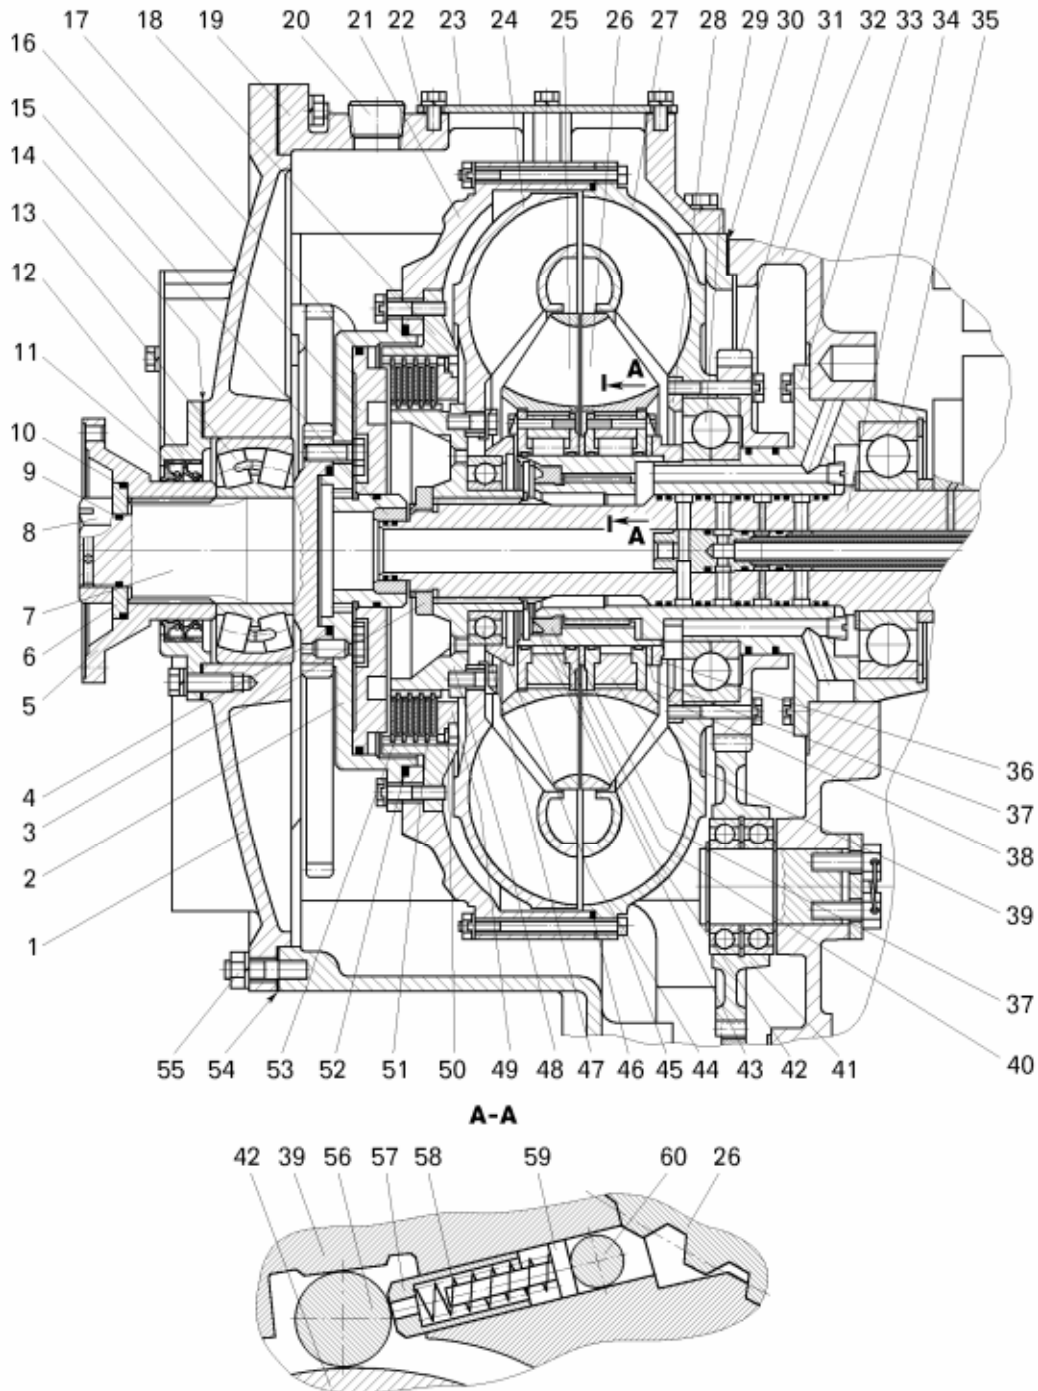
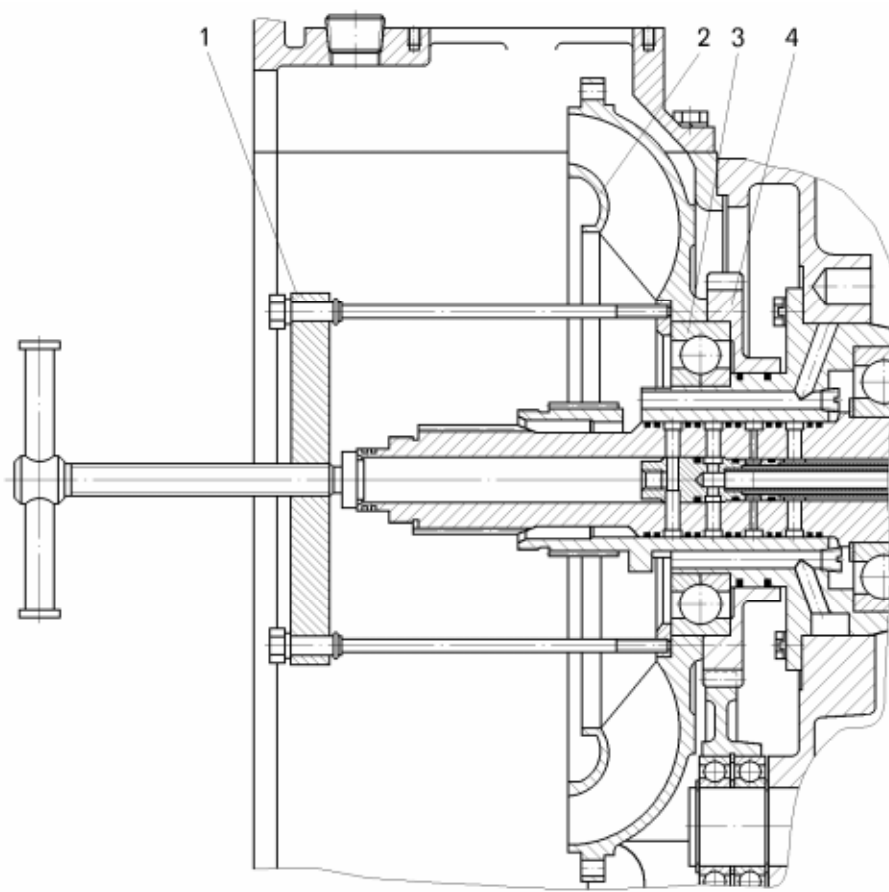

Рисунок 6.6 – Гидротрансформатор:
Рисунок 6.9 – Снятие насосного колеса с подшипником и ведущей шестерни привода насоса:
Разборку гидротрансформатора (рисунок 6.6) выполнять в следующей последовательности:
- расшплинтовать и отвернуть гайку 8 (смотри рисунок 6.6) с ведущего вала 7;
– отвернуть гайку 3 ведущего вала гидромеханической передачи 34 и с помощью съемника (рисунок 6.7) снять турбинное колесо 24 (смотри рисунок 6.6) вместе со ступицей 48 колеса турбины, подшипником 47 и упорной ступицей 44;
- снять упорную ступицу реакторов 44 (смотри рисунок 6.6);
- расстопорить и отвернуть гайку 40 и, используя съемник (рисунок 6.8), снять ступицу реакторов 42 (смотри рисунок 6.6);
- при помощи съемника (рисунок 6.9) снять насосное колесо 27 (смотри рисунок 6.6) вместе с подшипником 29 и ведущей шестерней 31 привода насосов;
– отвернуть гайки и болты и снять картер гидротрансформатора 19 (смотри рисунок 6.6);